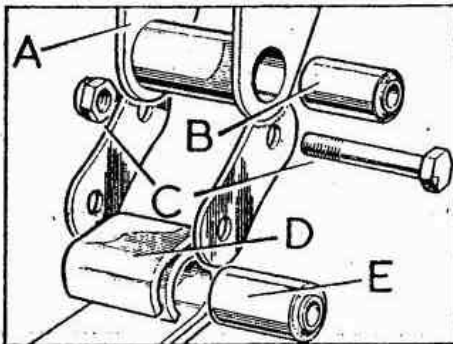
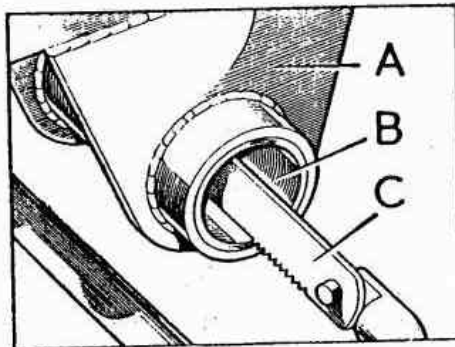

Fig. E -26 Casquillos de las ballestas
Fig. E -27 Desmontaje de la caja exterior del casquillo
- 1.3. Desmontar a presión los silentblocks, E (Fig. E -26), de cada extremo de la ballesta.
- 1.4. Soltar la tuerca del perno, C (Fig. E -26) que fija las placas de gemela al bastidor. Desenroscar el tornillo de la placa interior y extraerlo en unión de las dos placas de gemela.
- 1.5. Si fuese necesario, se desmontará el silentblock, B (Fig. E -26) del soporte del bastidor con la ayuda de un tubo o extractor adecuado. Si el casquillo sufriese deformaciones, quedando la caja, B, (Fig. E -27) exterior en el soporte del bastidor, se procederá a serrarla para facilitar su extracción, pero teniendo el máximo cuidado para no deteriorar el soporte.